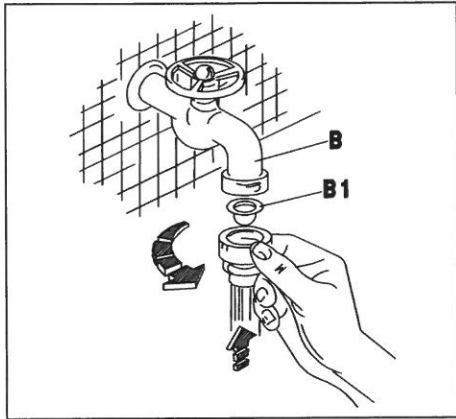
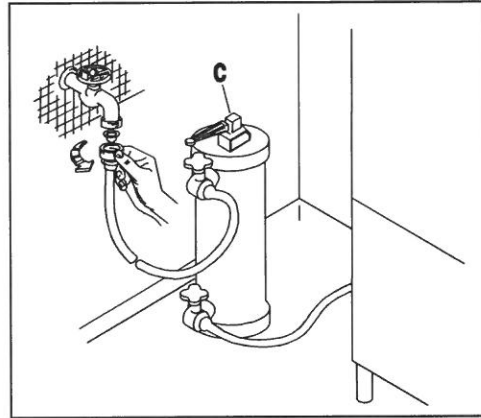
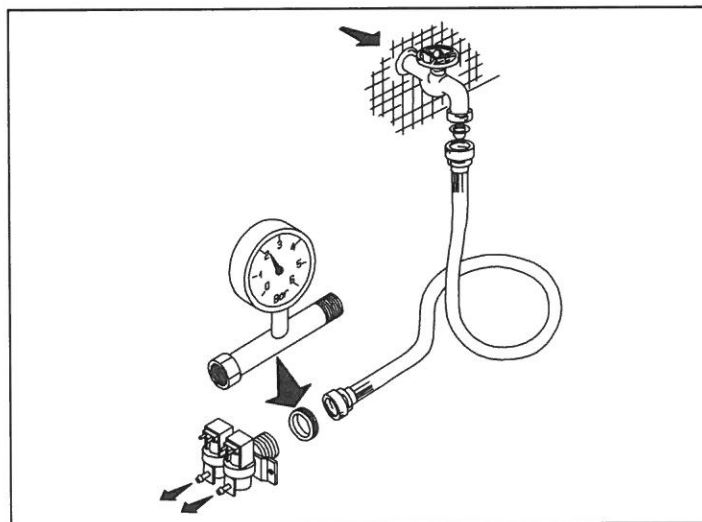
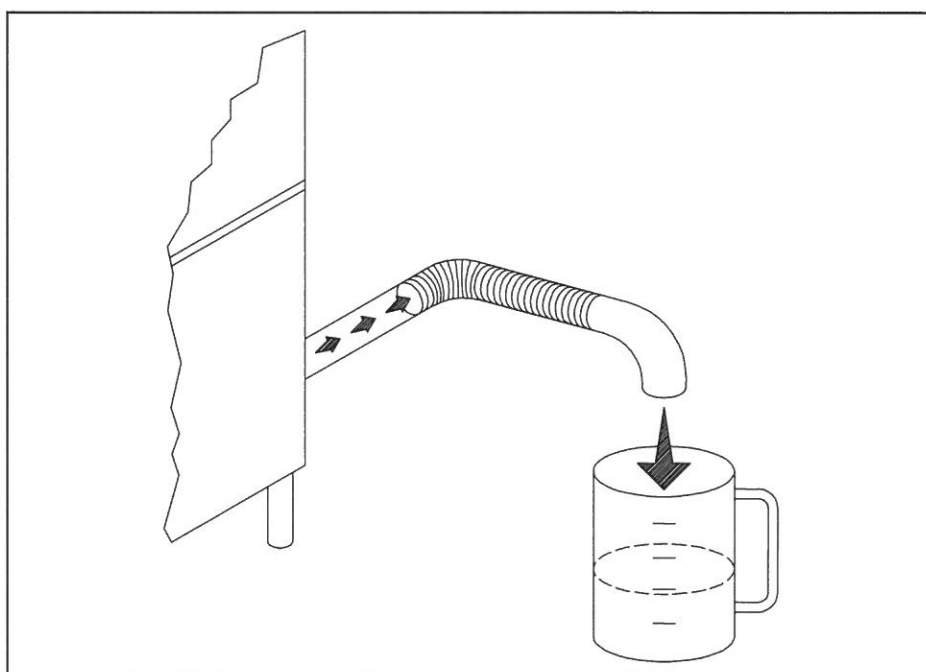

Рис. 2-2
Рис. 2-3
Рис. 2-4
Рис. 2-5
- Конструкция машины предполагает подключение к подаче холодной или горячей воды (макс. 50 - 55°C) под давлением с открытым клапаном, как показано в Таблице 2-1. Если давление превышает максимально допустимое значение, необходимо установить редуктор давления. Если давление меньше минимально допустимого значения, установите подпиточный насос увеличения давления с макс. мощностью 0,5 л.с., выходом 20 л/мин и напором 15÷20 метров. Давление необходимо измерять на входе электроклапана (смотрите Рис. 2-4). Трубы для воды должны иметь внутренний диаметр по меньшей мере 16/18 мм (смотрите Рис. 2-5). Подключите трубу подачи воды машины к запорному крану (B), желательно поближе к машине, и установите специальный фильтр (B1), входящий в комплект поставки (смотрите Рис. 2-2). Мы рекомендуем устанавливать перед электромагнитным клапаном машины (смотрите Рис. 2-3) умягчитель воды (C) (не входит в комплект поставки).
- The appliance is designed for connection to the cold or hot water supply (max. 50 55°C) at a mains pressure with the valve open as shown in Table 2-1 and a minimum output of 10 litres/min. If pressure exceeds the maximum, fit a pressure reducer. If pressure is lower than the minimum, fit a pressure booster pump of max. 0.5 HP, with an output of 20 litres/min. and a head of 15÷20 metres. Pressure must be measured at the solenoid valve inlet (see fig. 2-4). The water pipes must have an internal diameter of at least 16/18 mm (see fig. 2-5). Connect the appliance water supply pipe to a cut-out tap (B), preferably placed close to the appliance, fitting the special filter provided (B1) (see fig. 2-2). We recommend fitting a water softener (C) (not provided) upstream from the machine solenoid valve (see fig. 2-3).
- Das Gerät ist für den Anschluss an Warm-und Kaltwasser (max. 50-55°C) vorgesehen, wobei der Druck bei offenem Ventil dem in Tab. 2/-1' G Bei höherem Druck als dem empfohlenen einen Druckminderer installieren. Bei niedrigeren Druck als empfohlen eine Druckerhöhungspumpe mit max. 0,5 PS , einer Förderleistung von 20l/min und einer Förderhöhe von 15-20m installieren. Die Druckkontrolle muss am Eingang des Elektroventils erfolgen (siehe Bild 2-4). Die Wasserleitung muss einen Innendurchmesser von mindestens 16/18 mm aufweisen (siehe Bild 2-5). Den Zulaufschlauch des Gerätes an einen möglichst nahegelegenen Wasserhahn (B) anschliessen und den vorgesehenen Filter (B1) anbringen (siehe Bild 2-2). Der Einbau eines Etkalkers (C) wird empfohlen; dieser gehört nicht zur Ausstattung und muss vor dem Elektroventil der Maschine eingebaut werden. (siehe Bild 2-3).
- L'appareil peut être raccordé à l'eau froide ou chaude (50:55°C max) à une pression, soupape ouverte, comme indiqué dans le tableau 2-1. Si la pression dépasse la pression maximum conseillée, il faut installer un réducteur de pression. Si la pression est inférieure à la pression minimum conseillée, il faut installer une pompe pour faire augmenter la pression de 0,5 Hp max., à un débit de 20 litres /min et à une hauteur d'élévation de 15-20 m. Le contrôle de la pression sera effectué à l'entrée de l'électrovanne (voir fig. 2-4). Les conduites d'eau auront un diamètre interne d'au moins 16/18 mm (voir fig. 2-5). Raccorder la conduite d'arrivée de l'eau de l'appareil à un robinet secondaire (B), installé si possible tout près de l'appareil, après avoir intercalé le filtre spécial fourni (B1) (voir fig. 2-2). Nous conseillons d'installer un adoucisseur (C) (non fourni) qui sera monté en amont de l'électrovanne de la machine (voir fig. 2-3).
- Este aparato se puede alimentar con agua caliente o fría (máx. 50 ÷ 55°C); la presión del agua con válvula abierta está indicada en la tabla 2-1. En caso de que la presión fuera superior a la máxima que se aconseja, instale un reductor de presión; si fuera demasiado baja, instale una bomba de aumento de presión de 0,5 Hp (máximo), con un caudal de 20 litros por minuto y una altura de elevación de 15 a 20 m. El control de la presión se debe efectuar en la entrada de la electroválvula (véase fig. 2-4). La tubería del agua debe tener un diámetro interior de 16-18 m. por lo menos (véase fig. 2-5). Conecte el tubo de alimentación del agua del aparato a un grifo de paso (B), que irá montado preferentemente muy cerca del aparato, tras interponer el filtro (B1) del equipamiento base (véase fig. 2-2). Es aconsejable instalar un descalcificador (C) (que no forma parte del equipamiento base). El descalcificador irá montado antes de la electroválvula de la máquina (véase fig. 2-3).